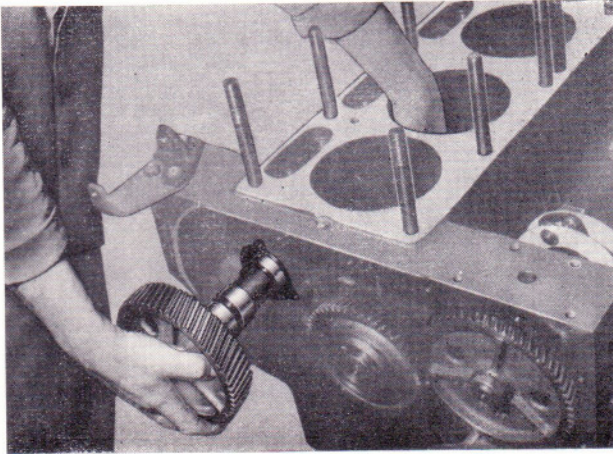

Bild 85
- Nockenwelle einsetzen (Bild 85).